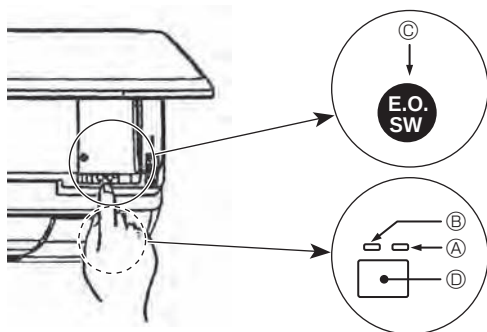

Fig. 5-2
- Щоб зупинити роботу, натисніть ⚙️ кнопку ⑤ або ⚙️ кнопку ⑥ і утримуйте її не менше 2 секунд.
[Fig. 5-2] ④ Лампочка DEFROST/STAND BY (РОЗМОРОЖУВАННЯ/ОЧІКУВАННЯ) (оранжева)
⑤ Індикаторна лампочка роботи (зелена)